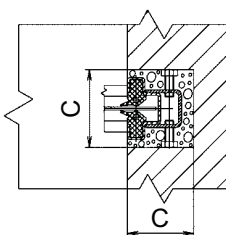

рис.14
- Плоский скользящий, двустороннего действия, со стабильной самонесущей рамной конструкцией, затвор имеет регулирующее устройство для настройки положения щита в штробе по вертикали (рис.14)
- Трехстороннее уплотнение затвора имеет специально разработанный профиль - обеспечивается герметичность в обоих направлениях при минимальном износе (рис.14 и 17)